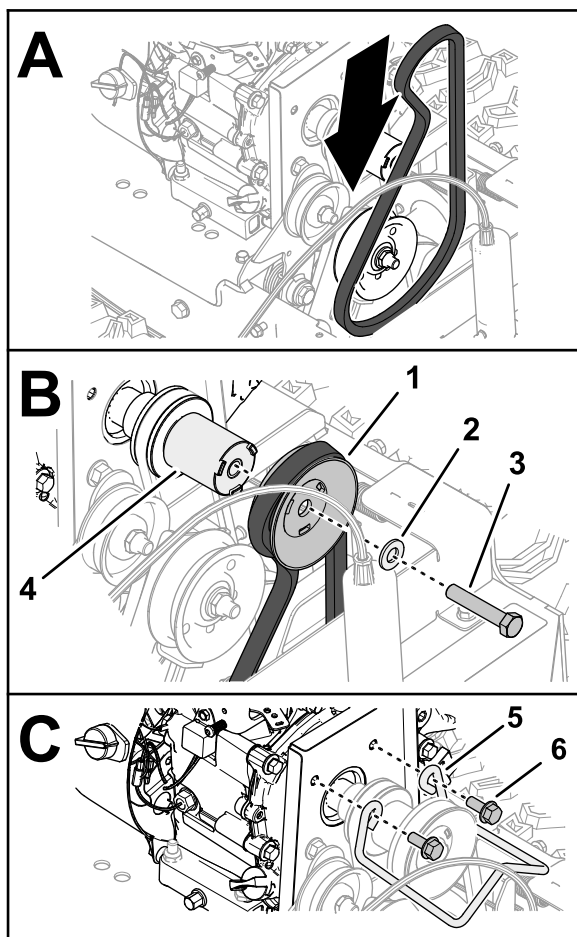

Figura 45
2. Montate la cinghia da 96 cm nella scanalatura della puleggia dell'albero di trasmissione (Figura 45).
3. Montate la cinghia nella scanalatura della puleggia di trasmissione della spazzola (Figura 45).
4. Montate la puleggia di trasmissione della spazzola nel distanziatore della puleggia (Figura 45).
5. Fissate la puleggia e il distanziatore all'albero di trasmissione (Figura 45) con la vite a testa cilindrica (3/8" x 2").
7. Montate il guidacinghia al motore con le 2 viti a testa cilindrica con flangia (Figura 45).